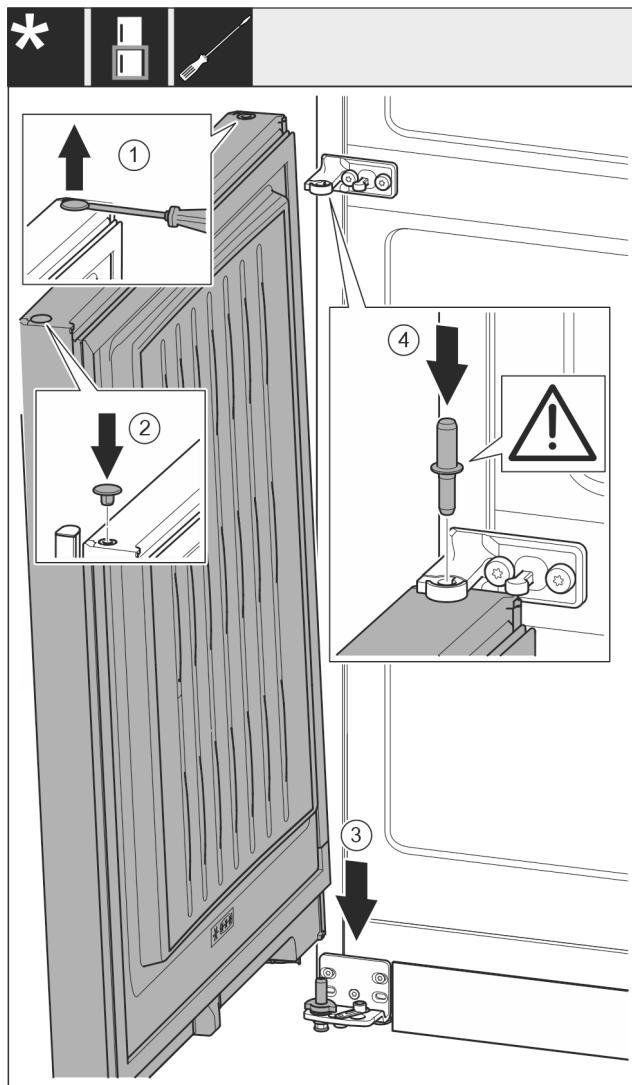

Fig. 20
- Ανασηκώστε προσεκτικά και τραβήξτε έξω την τάπα Fig. 20 (1) με ένα ίσιο κατσαβίδι.
- Τοποθετήστε ξανά την τάπα Fig. 20 (2) στην άλλη πλευρά της πόρτας.
- Τοποθετήστε την πόρτα Fig. 20 (3) από επάνω στον κάτω πείρο.
- Τοποθετήστε τον μεσαίο πείρο Fig. 20 (4) μέσα από το μεσαίο στήριγμα στην κάτω πόρτα. Βεβαιωθείτε ότι το έκκεντρο ασφάλισης είναι στραμμένο προς τα πίσω.